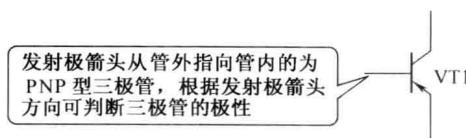

图1-13 PNP型三极管电路符号
(2) PNP型三极管电路符号。图1-13所示是PNP型三极管的电路符号。它与NPN型三极管电路符号的不同之处是发射极箭头方向不同，PNP型三极管电路符号中的发射极箭头指向管内，而NPN型三极管电路符号中的发射极箭头指向管外，以此可以方便地区别电路中这两种极性的三极管。